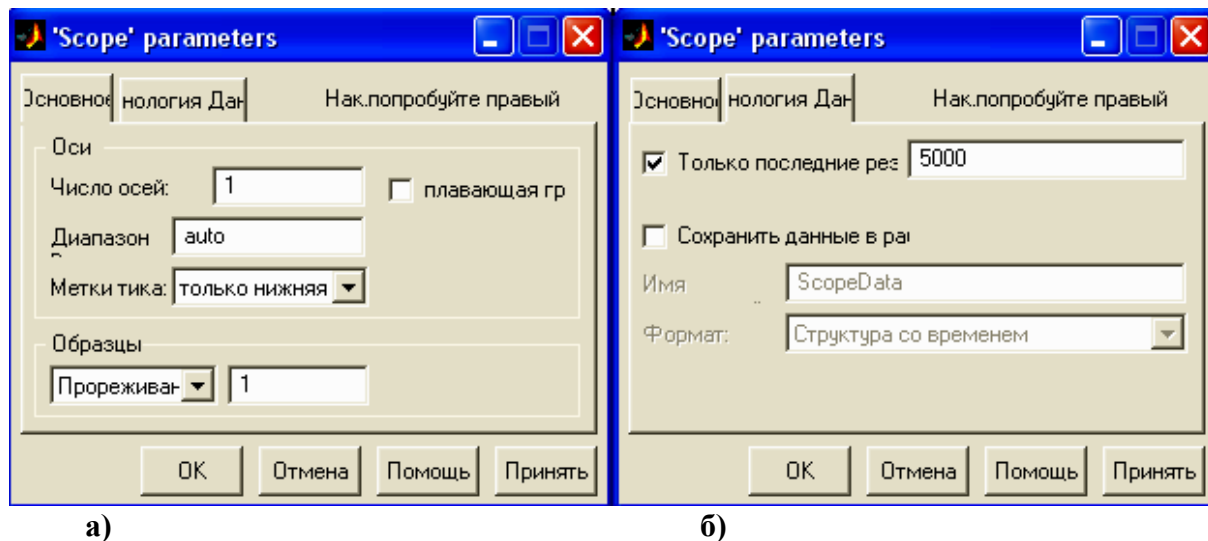
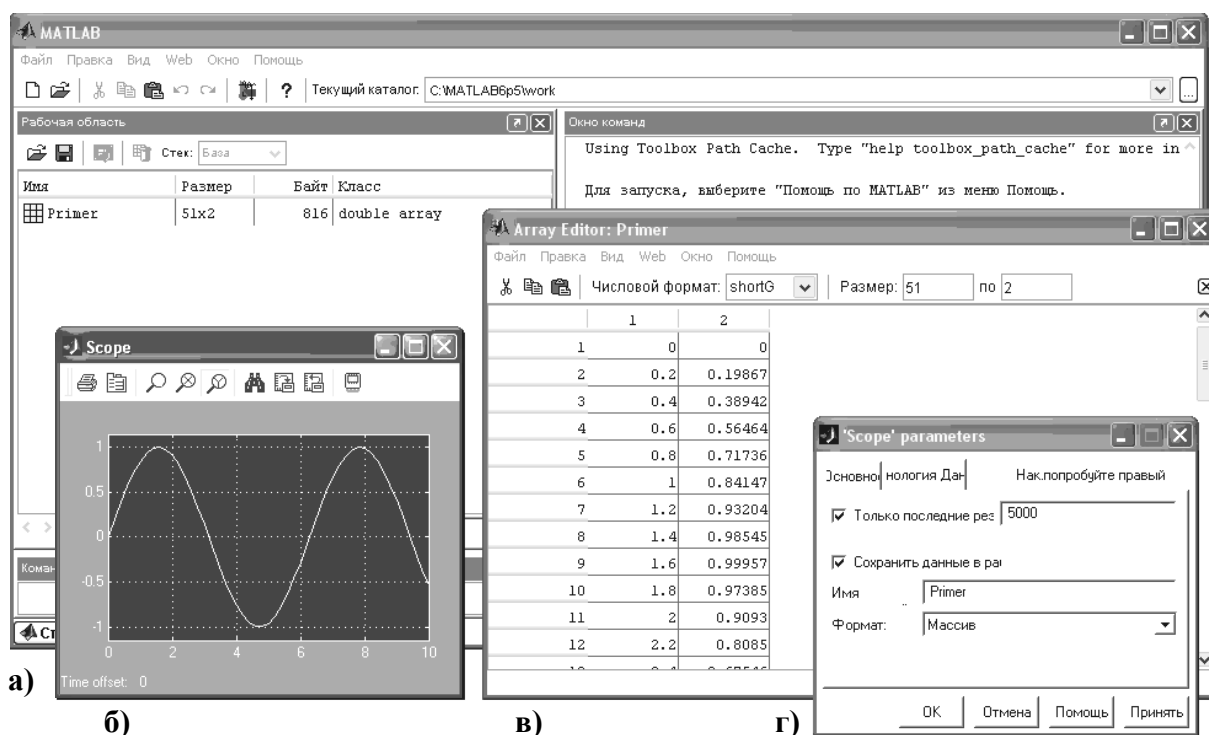

Рис. 1.44. Параметры блока Scope
Рис. 1.45. Пример сохранения данных с блока Scope в рабочую область
Нажатие кнопки 2 (см. рис. 1.41) открывается окно 'Score' Parameters, содержащее две вкладки (рис. 1.44):
- General (Основное) – для установки параметров осей (Axes) графика (см. рис. 1.44, а);
- Data history (Технология/представление данных) – для ввода значений дополнительных параметров блока Scope (см. рис. 1.44, б).
В нижней части окна (см. рис. 1.44) расположены кнопки, аналогичные кнопкам окон настройки параметров других библиотечных блоков: ОК (Подтвердить установку), Cancel (Вернуться назад/Отмена), Help (Вызов помощи в формате HTML); Apply (Принять).
1. На вкладке General (Основное) имеются следующие поля (см. рис. 1.44, а):
2. Поле Data history (Технология/История данных) (см. рис. 1.44, б) позволяет задавать максимальный объём (начиная с конца) и способ хранения отображаемых в окне Scope данных. Количество сохраняемых точек вводится в строке редактирования – Limit data point to last (соответствует числу строк матрицы, рис. 1.45, окно б).
(см. рис. 1.45, окно г). Если этот флажок установлен, то изображаемые в окне Scope данные сохраняются в рабочей области MatLab в виде матрицы, аналогичной по структуре MAT-файлу (см. рис. 1.45, окно а).
Имя переменной, под которой будут сохраняться данные в рабочем пространстве системы, указывается в строке редактирования (по умолчанию присваивается имя – Scope Data, можно задать другое, причем рекомендуется писать латинскими буквами, например «Primer») (см. рис. 1.45, окно г).